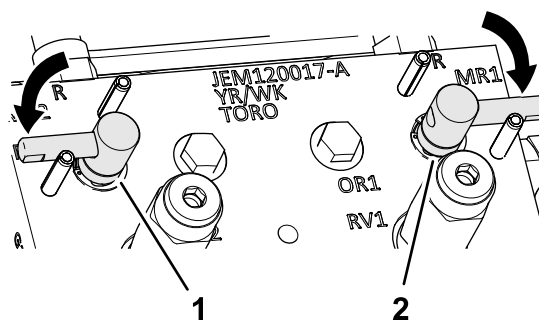

Figura 107
3. Mova as alavancas de retificação para a posição F (corte) (Figura 107).